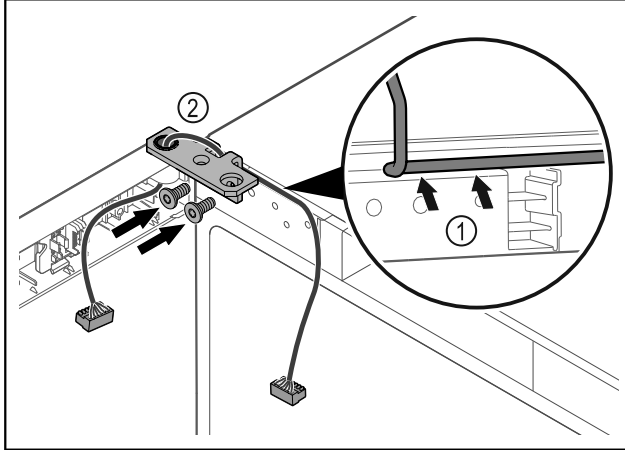

Fig. 41
- ▶ Før kabelen forsiktig gjennom åpningen i hengselvinkelen, og legg den omhyggelig på plass Fig. 41 (1).
- ▶ Skru på hengselvinkelen Fig. 41 (2).